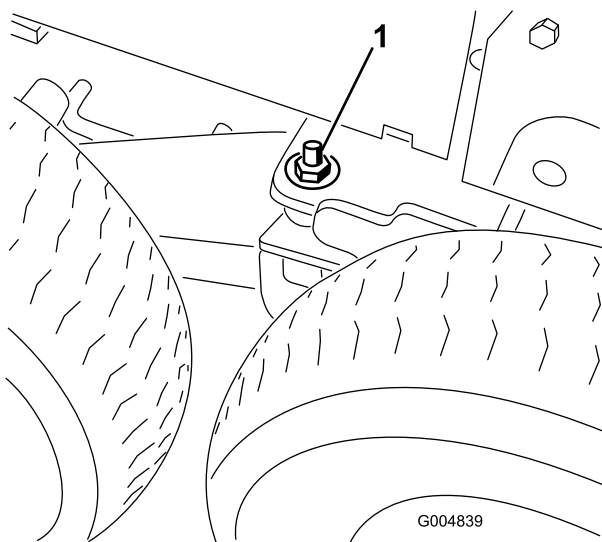

Figura 41
2. Rimuovete la rondella piana (1/2 poll.) e il dado (1/2 poll.) montati sul prigioniero di ciascun perno del carrello (Figura 41).